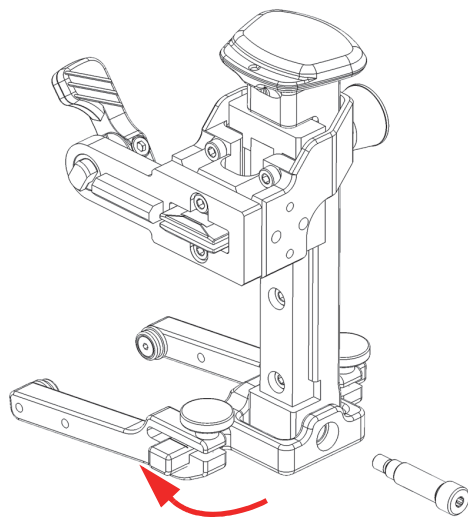

Рис. 2-24 Переворачивание стержня вилки
6. Поверните стержень вилки на 180 град. и снова вставьте его в направляющую подпружиненного рычага (Рис. 2-24 на стр. 54).